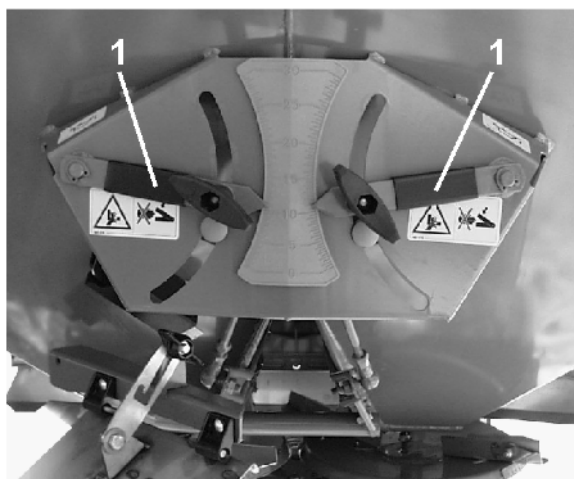

Fig. 102
- o el borde (Fig. 102/1) de la corredera debe cortar exactamente la esquina inferior (Fig. 102/2) de la abertura de descarga